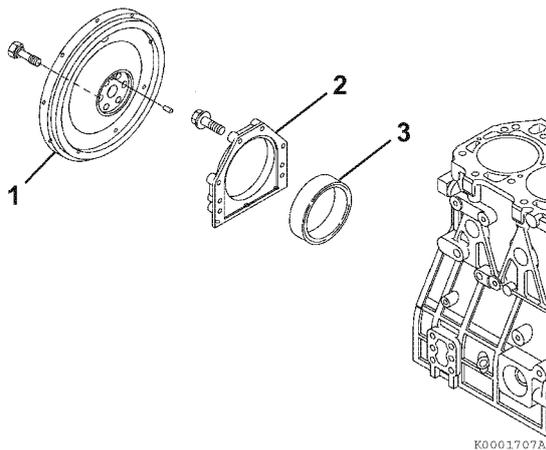

Figure 6-71
3. Retirez le joint étanche à l'huile arrière (3, **Figure 6-71**) du logement du joint (2, **Figure 6-71**).
4. Appliquez un cordon continu de joint liquide ThreeBond n° 1207F, YANMAR Réf. 977770-1207F sur le diamètre extérieur d'un joint étanche à l'huile neuf (2, **Figure 6-71**), et installez-le dans le logement. Appliquez de la graisse au lithium sur la lèvre du joint.